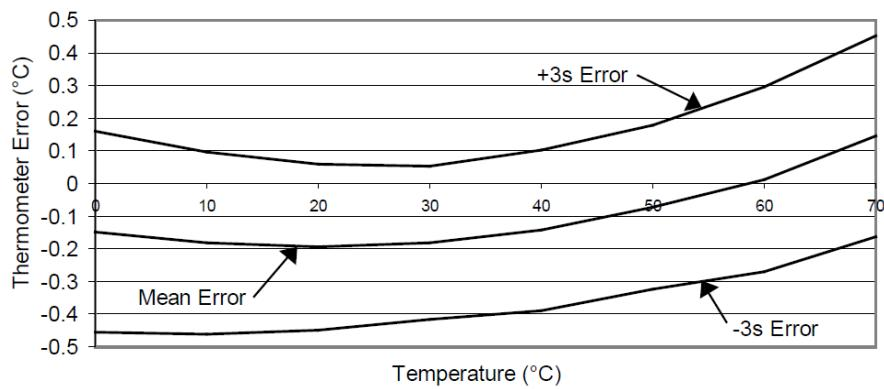

图 17. 典型的特性曲线
- 3) 典型曲线见图17。
- 1) 典型的特性曲线见图17。